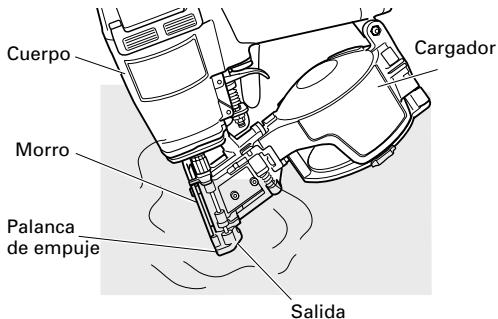

Fig. 15
- (1) Sólo se deberá sumergir en solvente el área en torno al orificio de descarga. Tenga a bien no sumergir ni el cilindro ni el cartucho. (Véase Fig. 15).